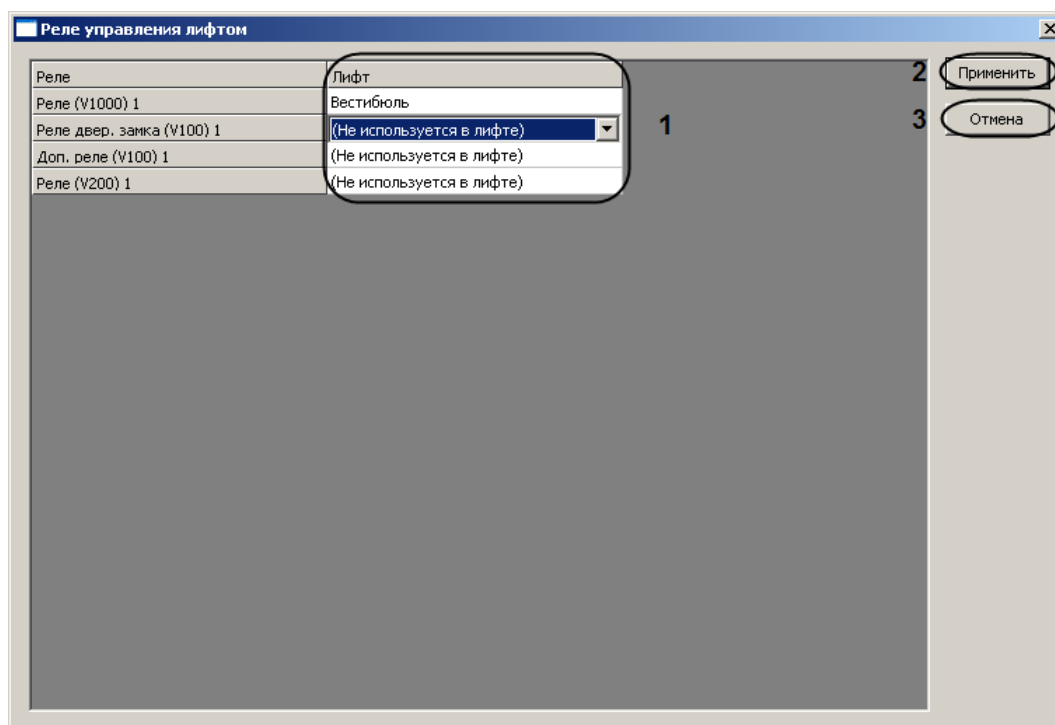

Рис. 3.7—6 Реле управления лифта
Откроется окно **Реле управления лифтом** (Рис. 3.7—6).
7.2 Для каждого реле контроллера V2000 выбрать группу лифтов, к которой оно принадлежит (см. Рис. 3.7—6, 1).
7.3 Нажать кнопку **Применить** для сохранения изменений (см. Рис. 3.7—6, 2).